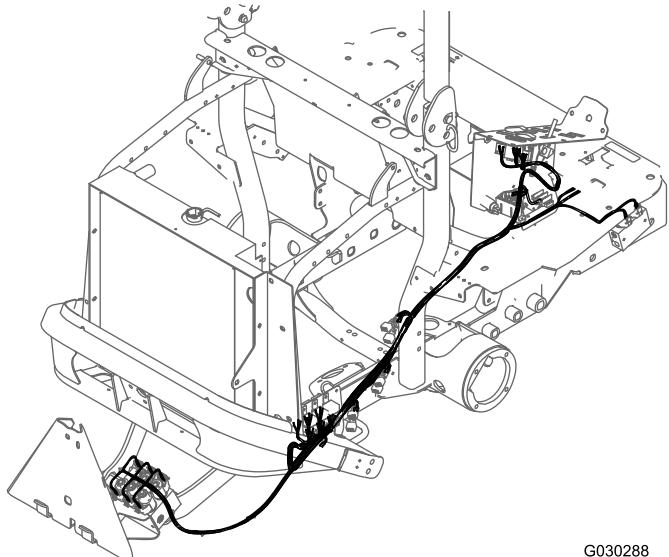
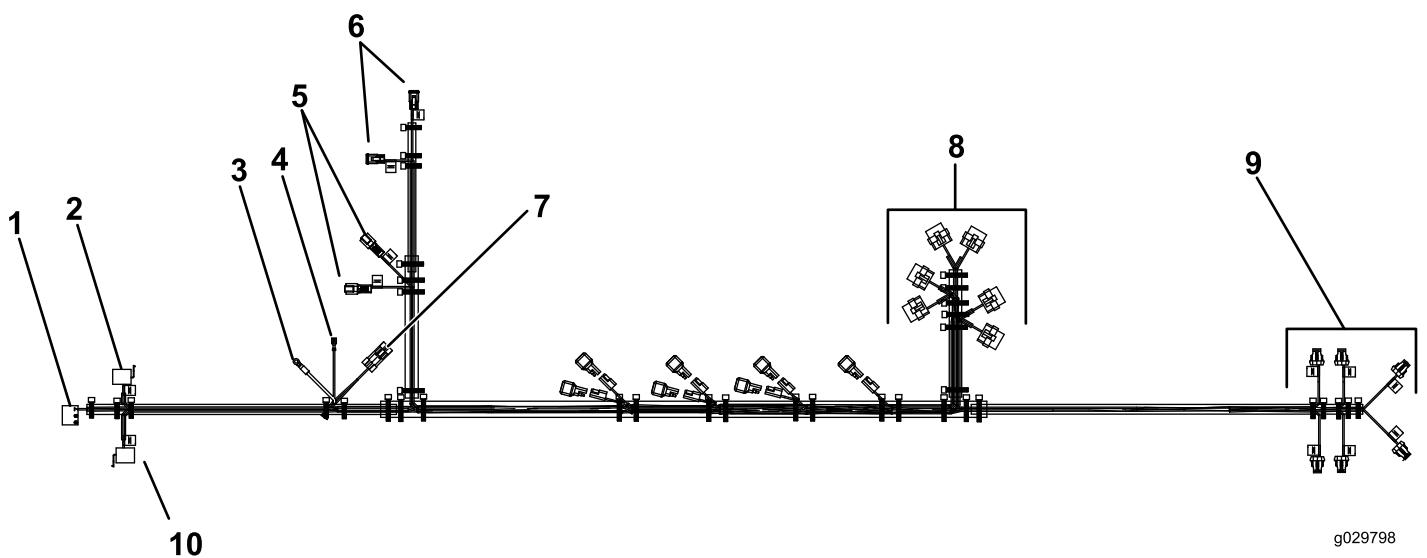

Figura 30
Figura 31
2. Encaminhe e ligue a cablagem (Figura 30 e Figura 31) nos seguintes locais:
- Relés (6) no suporte de relé